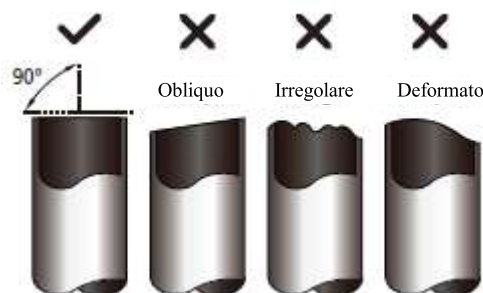

Fig. 5.1
- Assicurati che il tubo sia tagliato con una perfetta angolazione di 90°. Fa' riferimento alla Fig. 5.1 per esempi di tagli errati.